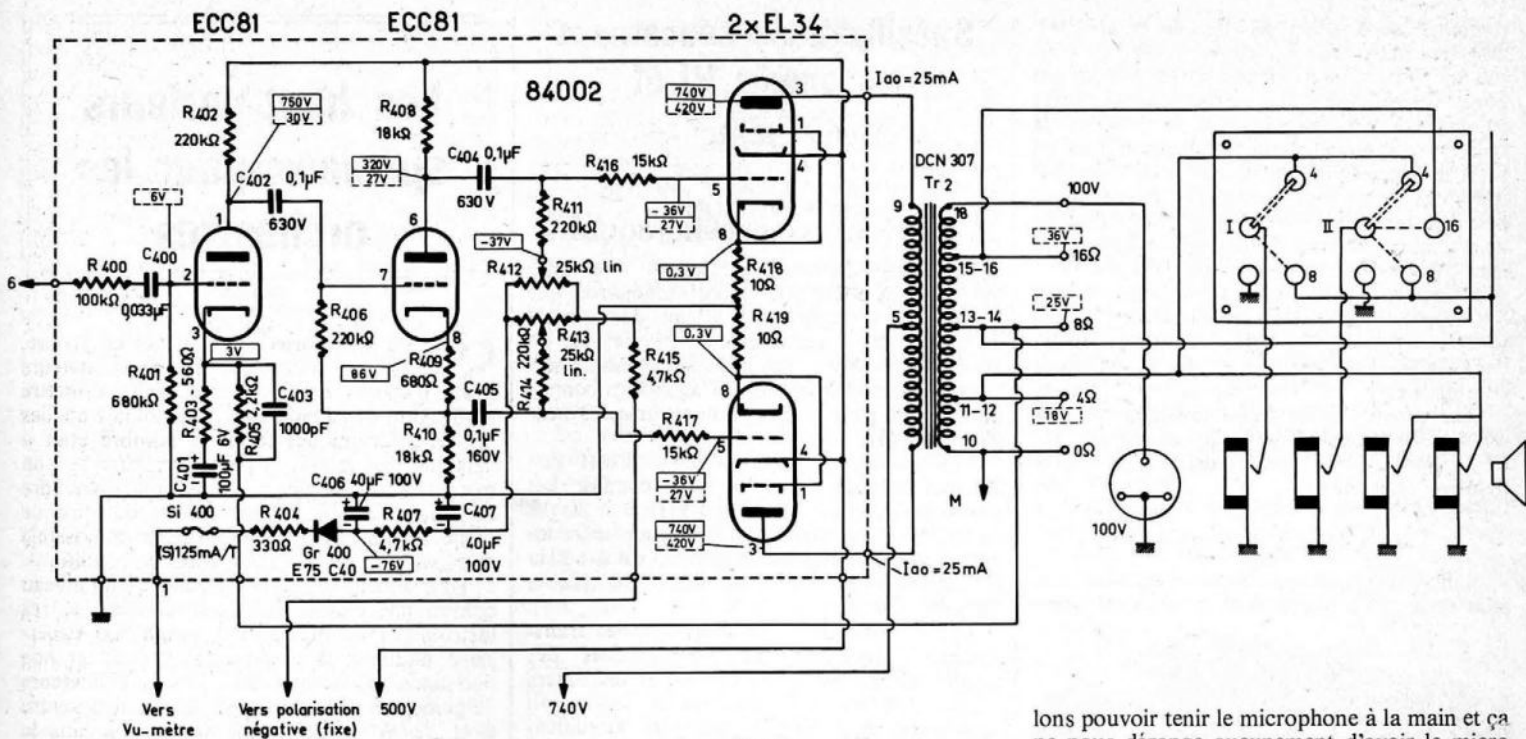

FIG. 2
Nous ne pensons pas que l'amplificateur Bogen soit importé en France. Pour que nos lecteurs puissent examiner effectivement le schéma d'un amplificateur disponible sur le marché français, la figure 2 donne celui du Dynacord Eminent II (1) dont nous avons pu vérifier l'exactitude de toutes les caractéristiques. Cet amplificateur a fonctionné sous nos yeux pendant 100 heures consécutives sur charge résistive à 1 kHz en donnant 80 W efficaces avec 2 % de distorsion.